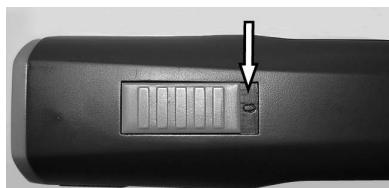

Fig. 4 Brytare i läge FRÅN ("0")
1. Kontrollera om det finns främmande partiklar och föroreningar på klipperns kontakter (1) och på batteriet (2).
2. Säkerställ att klipperns brytare är i läge OFF ("0") (fig. 4).
3. För in batteriet (2) i klippen (3) tills batterispärren (1) aktiveras på båda sidorna.
4. Sätt ner klippen med batteri (1) eller reservbatteri (2) ovanifrån utan kraft i laddningsöppningen på laddningsstationen.
6. Batteriet laddas. Under laddningstiden lyser kontrollampen rött (3). Så fort batteriet har laddats till 90% tänds den gröna kontrollampen och laddaren övergår till underhållsladdning.
7. Håll laddaren stadigt med ena handen och dra ut klippen (1) eller batteriet (2) med den andra.
1. Vrid brytaren till läge "0" (fig. 4).
2. Tryck på batterispärren (2) på båda sidorna inåt och dra ut batteriet (1) ur klippan.